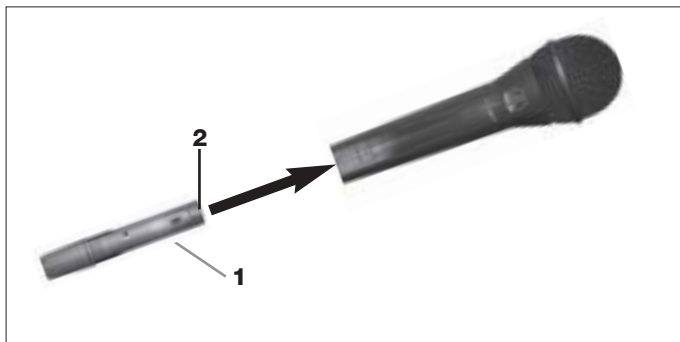

Fig. 6:
- Véase Fig. 6.
2. Sujete el módulo transmisor (1) de tal forma que los contactos (2) indiquen hacia el micrófono.
3. Introduzca el módulo transmisor (1) en el mango del micrófono hasta que se enclave en forma audible. El módulo transmisor se bloquea automáticamente y los contactos eléctricos con el micrófono se establecen también automáticamente.